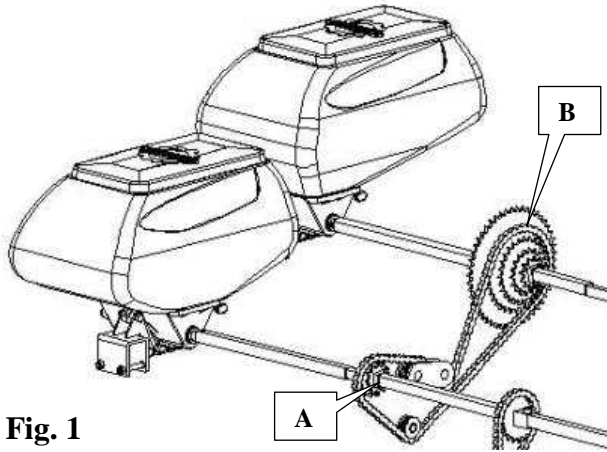

Fig. 1
- 1 - Die beiden Antriebsgehäuse demontieren (E und F Abb. 1)
- 4 - Die beiden Gehäuse wieder neu positionieren (E und F Abb. 1)
La regolazione della dose/ettaro viene effettuata con un selettore di variatore (A fig. 1). Questa regolazione dipende dall'interfila e dal prodotto utilizzato.
- 1 - Smontare i due carter di trasmissione (E e F fig. 1)
- 4 - Riposizionare i due carter (E e F fig. 1)